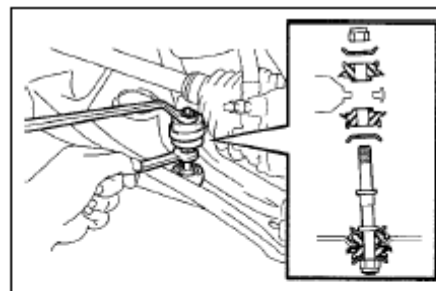

Рис. 147
- (1) Установите передний стержень стабилизатора с помощью двух манжет, двух шайб и гаек (рис. 147).